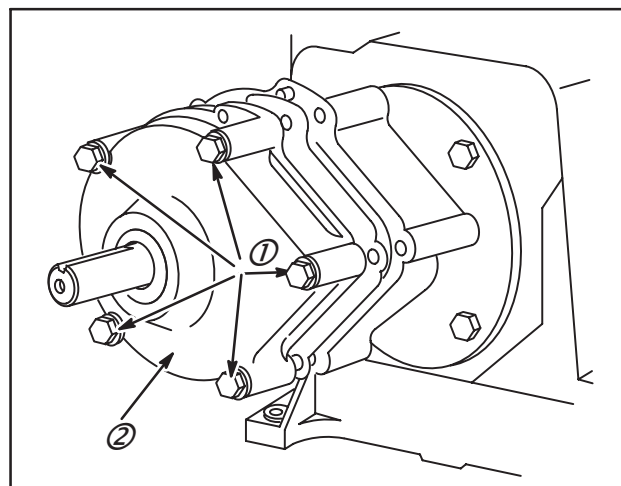

Fig. 40
- Desserrer toutes les vis de fixation du couvercle (1) d'un ou deux tours.
- Désolidariser le flasque (2) du carter. Vidanger l'huile.
- Après que le réducteur a été vidangé, enlever les vis et le flasque, Fig. 40.